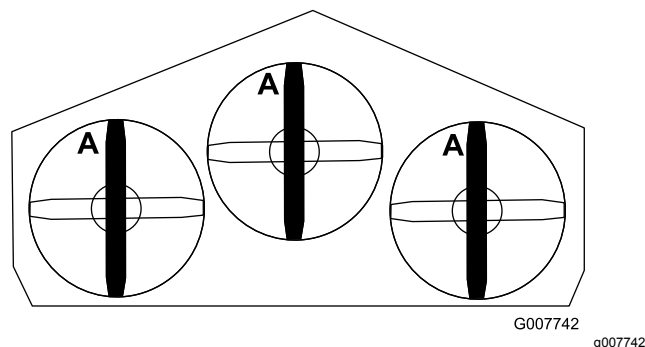

Рисунок 53
1. Поверните ножи так, чтобы их концы были направлены вперед и назад. Рисунок 53